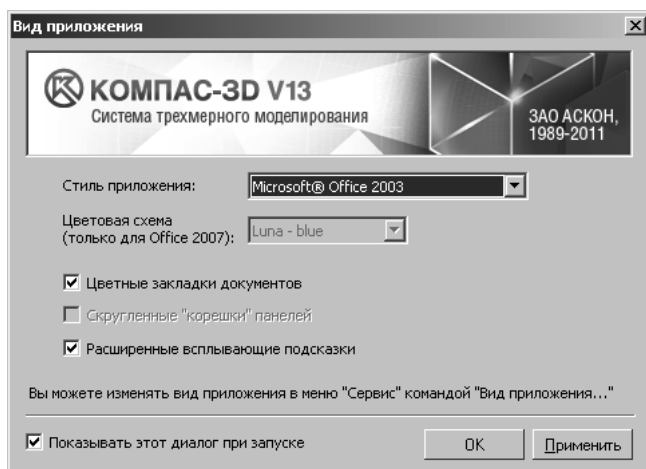

Рис. 1.1
2. Вставьте в привод DVD-ROM компакт-диск. Откройте папку *kompas-3D_V13*, затем *MCAD* и запустите файл *Setup.exe*. На экране возникнет диалоговое окно **Установка КОМПАС-3D V13** (рис. 1.1).